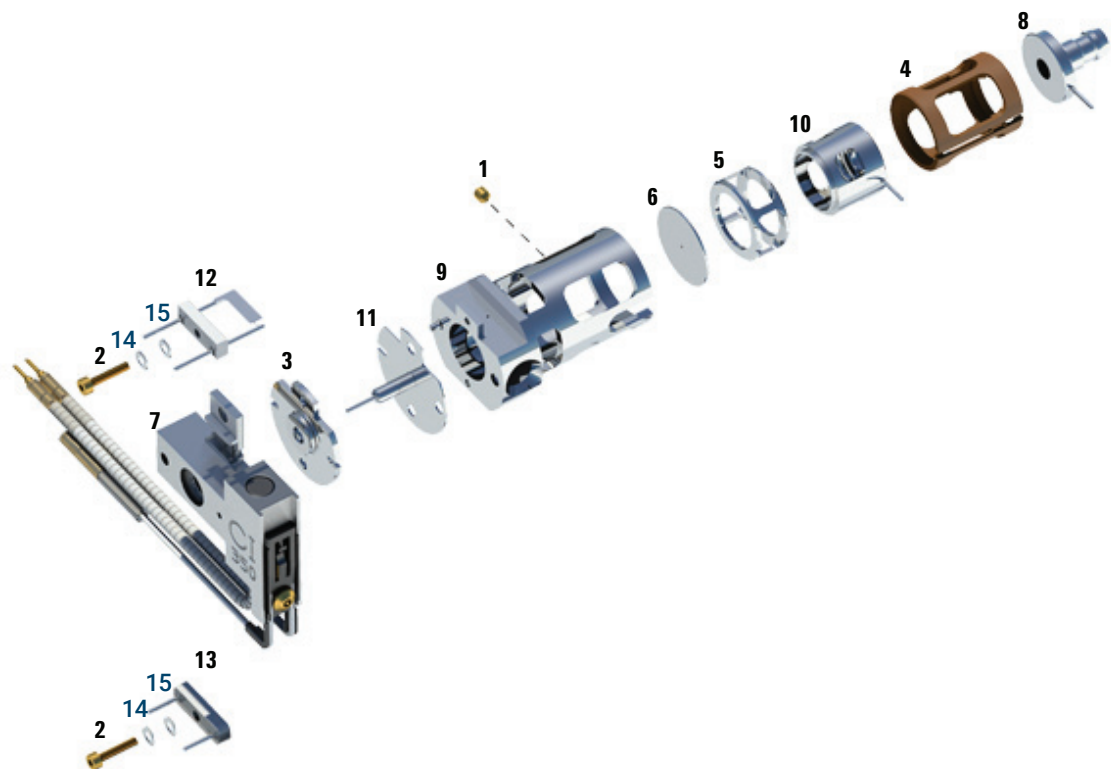

Figure 81. Vue éclatée de la source CI
Se reporter à la vue éclatée des pièces et à la liste des pièces de la source CI en suivant cette procédure. (Voir **Figure 81** et **Tableau 23** page 267.)
- 1 Monter la lentille de focalisation d'ions, la lentille d'entrée et l'isolant de lentille. (Voir **Figure 81** et **Tableau 23** page 267.)
- 2 Faire glisser le disque d'extraction et le cylindre d'extraction dans la source. (Voir **Figure 81** page 267.)
Tableau 23 Liste des pièces de la source CI (Figure 81)
Tableau 23 Liste des pièces de la source CI (Figure 81) (suite)